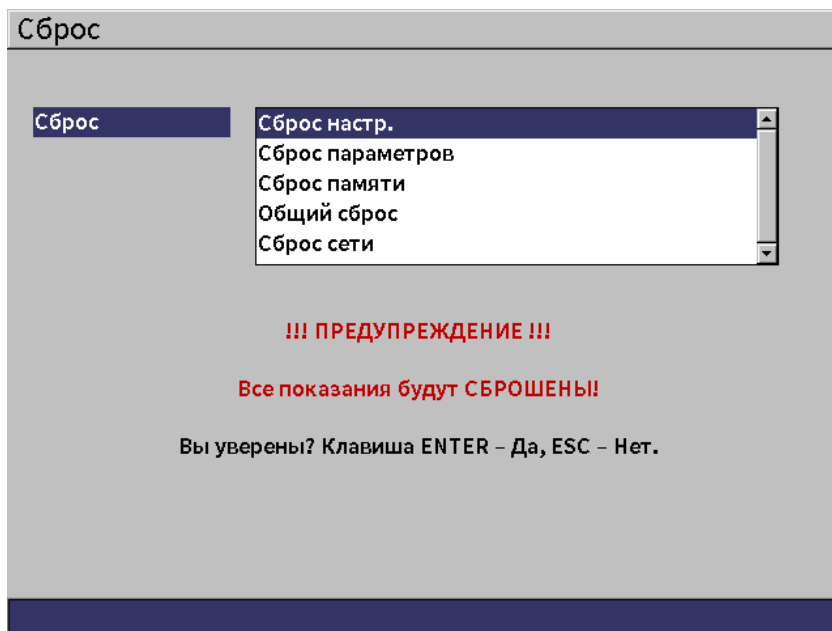

Рис. 5-13 Страница настроек сброса
Эта страница используется для сброса некоторых системных параметров до заводских значений (см. Рис. 5-13 на стр 57). На экране отображается предупреждение о том, что выбранные данные будут сброшены (стерты).
- ◆ Выберите значок **Сброс** () , чтобы открыть страницу настройки **Сброс** (см. Рис. 5-13 на стр 57).